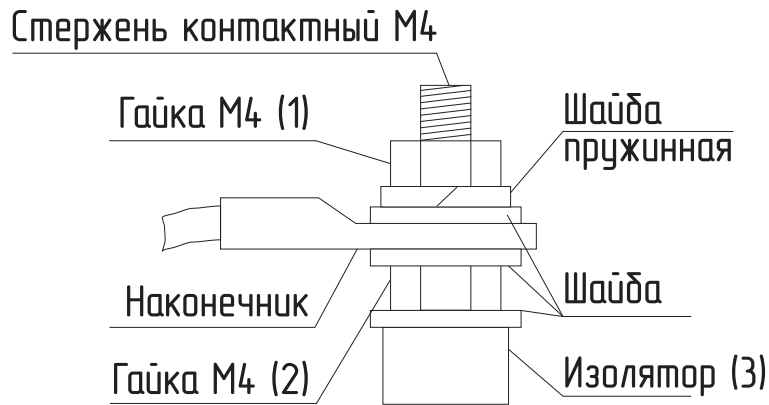

Рис. 21 Присоединение проводов к выводам блок ТЭН
- Гаек на контактных стержнях ТЭН с усилием 1,8 Нм (см. Рис. 21);
- При замене блока ТЭН присоединение фазных проводов к выводам блока ТЭН производить согласно **Рис. 21**. Сечение кабеля указано в **Табл. 2** и **Табл. 3**;
- Провод нейтраль «N» подключить на перемычку блока ТЭН (**Рис. 21**).